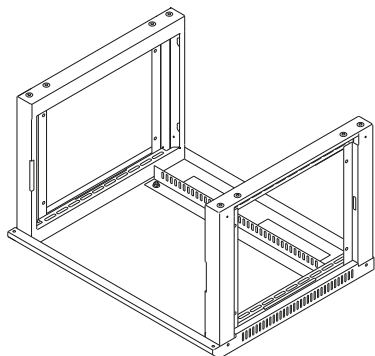
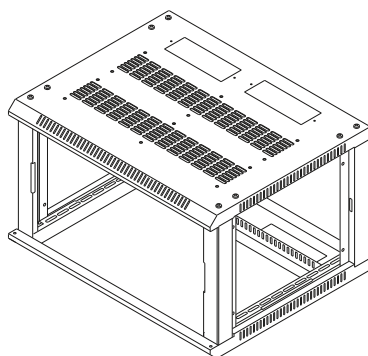

Рисунок 4
Рисунок 5
4.1.4 Поставьте собранный узел на дно (рисунок 4), установите на рамы крышу (рисунок 5) и закрепите восемью винтами М6×16.